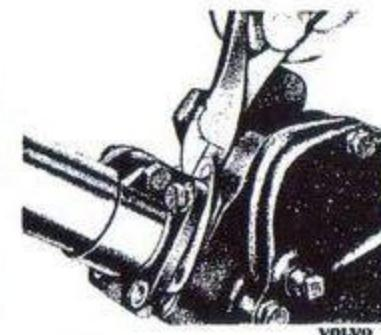

Bild 90. Justering av axialspel.
1. Kontrollera först att inte axialglapp finns i styrsnäckan. Detta gör man enklast genom att vrida ratten fram och tillbaka medan man med ett finger under ratten kontrollerar att denna inte har någon axiell rörelse. Bilen skall hövid stå på golvet. Finns glapp, lossa och dra upp raffrören och locket något samt ta bort ett tunt mellanlägg (bild 90) åt gången tills glappet nätt och jämnt försvinner.